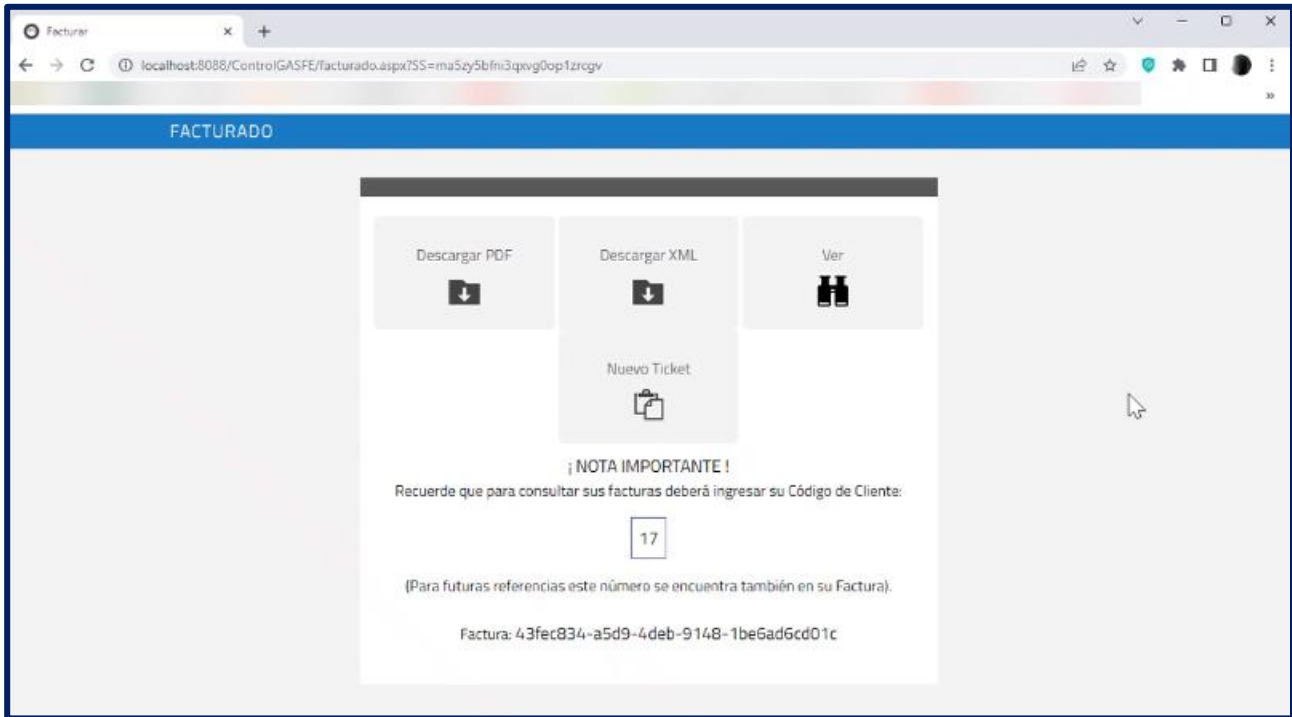

Figura 43 Factura generada
- Finalizado el proceso de generación de la factura y los documentos descargables, así como los botones listos para descargar los archivos de la factura: **Descargar PDF, Descargar XML y Ver** (figura 43).